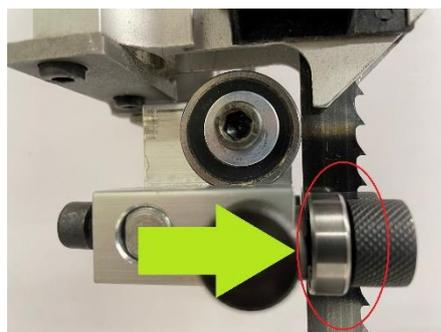

Figure 33
- Schieben Sie die komplette Führung so vor, dass die seitlichen Führungslager auf dem herkömmlichen Sägeband aufliegen, aber hinten den Schneidzähne (Fig 33).